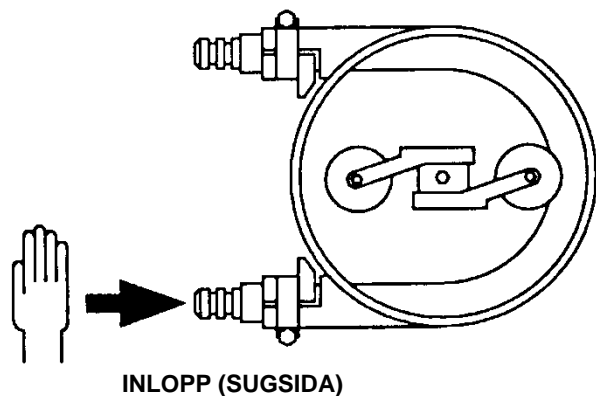

Fig. 6
3. Starta pumpen. Lägga din handflata över insugets öppning och kontrollera om den andra rullen (den vars beslag fortfarande är fäst) trycker samman slangen tillräckligt mycket för att skapa ett vakuum. Se fig. 6.